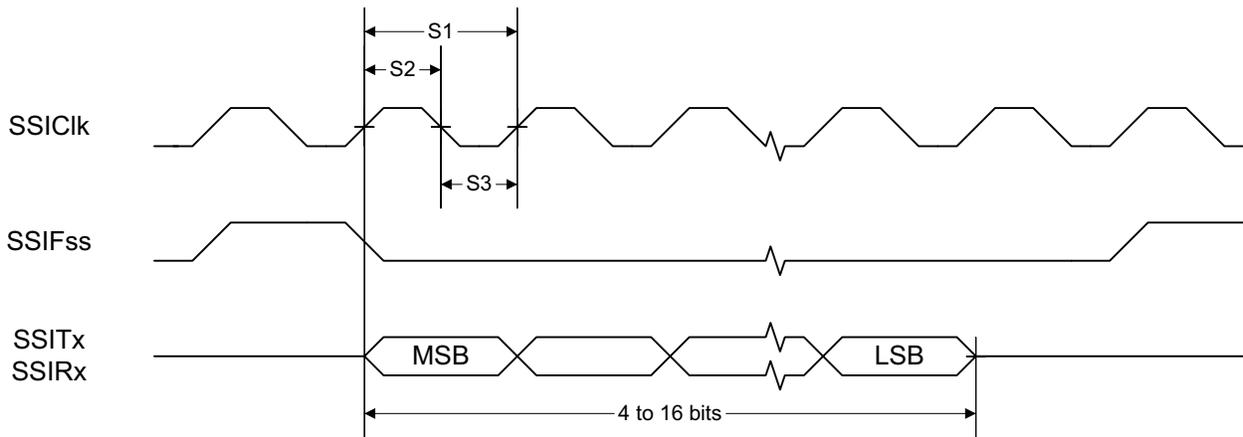

図 7-1. TI フレーム フォーマット (FRF = 01) の SSI のタイミング、シングル転送タイミング計測
- (1) SSI のタイミング図 図 7-1、図 7-2、および図 7-3 を参照してください。
- (2) TI が提供するパワー ドライバを使用する場合、SSI システム クロックは常に 48MHz になります。